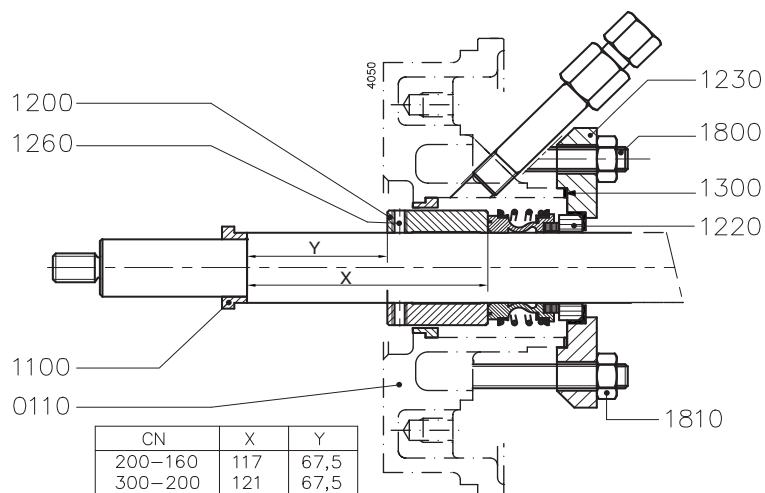

Рисунок 25. Регулировка втулки вала насосов 200-160 и 300-200
- 8 Установите втулку вала (1200). Для насосов типа 200-160 и 300-200 втулка вала (1200) должна быть отрегулирована в соответствии с расстоянием Y, см. рисунок 25